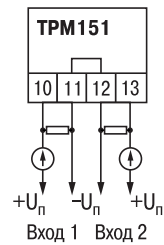

Рис. 16, а.
2. Активные датчики с выходным сигналом в виде тока (0...5 мА, 0...20 мА или 4...20 мА), в том числе датчики положения токового типа, можно подключать к прибору только после установки внешнего шунтирующего резистора (см. рис. Б.1b рис.16, а.). Резистор должен быть прецизионным (типа С2-29В, С5-25 и т. п., мощностью не менее 0,25 Вт, сопротивлением 100 Ом ± 0,1 %) и высокостабильным во времени и по температуре (ТКС не хуже 25·10⁻⁶ 1/°С).
3. Для питания нормирующих преобразователей необходим дополнительный источник постоянного напряжения U_н. На рис. 16 показаны схемы подключения датчиков с унифицированным выходным сигналом 4...20 мА к приборам по двухпроводной линии. Значение напряжения U_н указывается в технических характеристиках нормирующего преобразователя и, как правило, лежит в диапазоне 18...36 В.